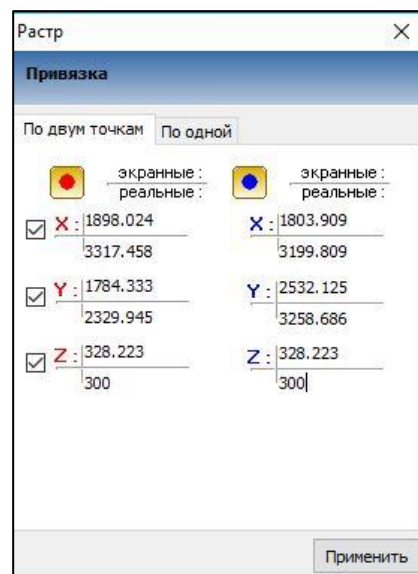

Рис. 3.2
4. В открывшемся диалоговом окне **Привязка** на вкладке **По двум точкам** (рис. 3.2) необходимо указать точки привязки. Для этого: